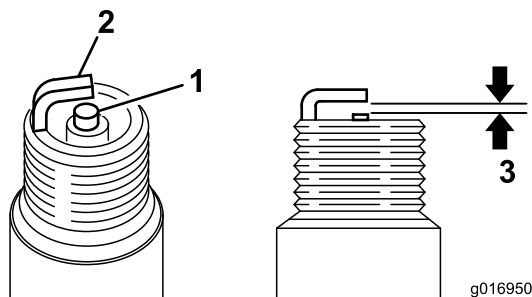

Figura 36
3. Ajuste el espacio entre electrodos a 0,6-0,7 mm (0,024-0,028 pulgada) (Figura 36). Tras ajustar correctamente los electrodos, instale la bujía y apriétela a 23 N-m (17 pies-libra).